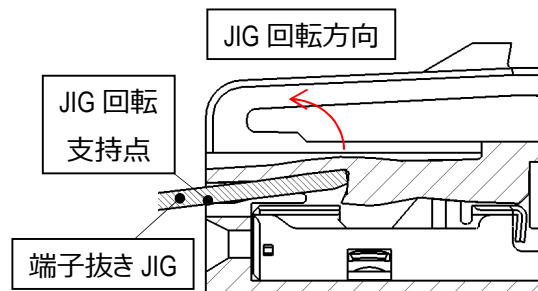

図 41. 端子抜き JIG 使用イメージ
- ③端子抜き JIG 先端が樹脂ランス先端に突き当たったら引き抜き JIG を図 41 の方向に天井に当たるまで軽く回転させ、樹脂ランスを持ち上げます。その状態を維持したまま、メス端子の電線を水平に引張して下さい。
- ④メス端子引き抜き途中で、抜きにくさを感じた場合、無理に引き抜こうとせず、引き抜き JIG の挿入位置・深さは適切か等確認の上、再度最初から作業を実施して下さい。